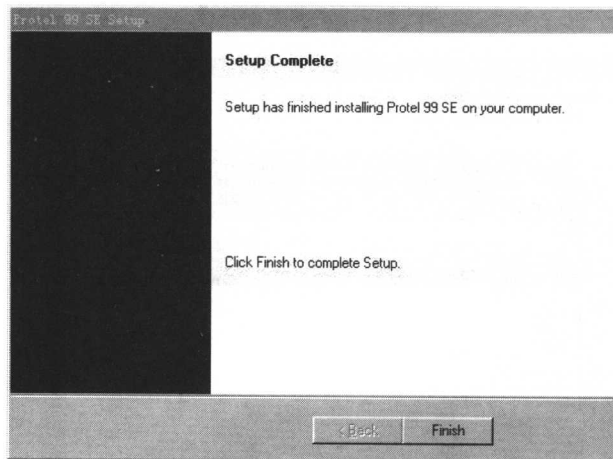

图 1-9 安装结束界面
(8) 安装结束后，显示安装结束界面，单击 **Finish** 按钮完成安装，如图 1-9 所示。